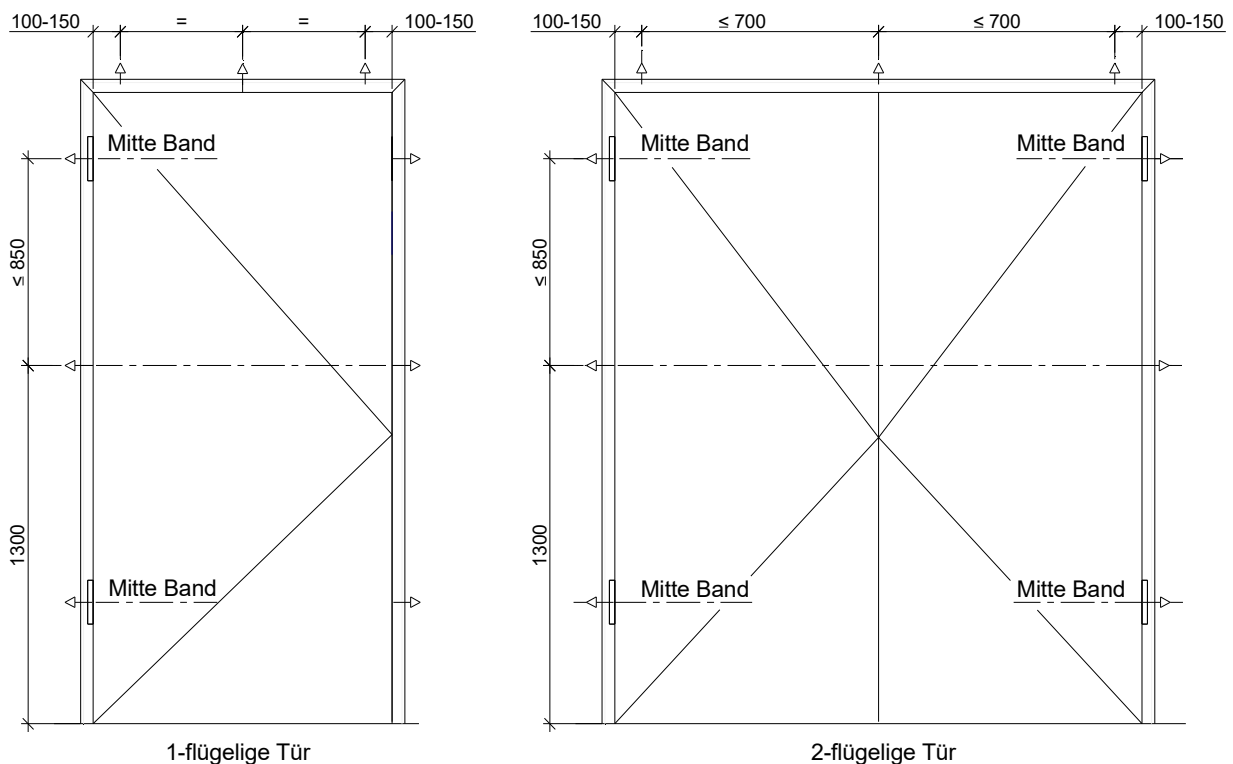

Abbildung 2: Höhenlage der Verankerungen für die Unterkonstruktion
- Die Unterkonstruktion ist werkseitig nicht vorgebohrt. Dieses muss bauseitig erfolgen, Befestigungspunkte entsprechend Abbildung 2
- Befestigungspunkte (Höhenlage siehe Abbildung 2) druckfest mit Holz- oder Hartfaserplattenstreifen o. ä. hinterfüttern (Gipskartonplatten eignen sich nicht!) Maßabweichungen +/- 50mm sind zulässig, werden die vorgegebenen Abstandmaße überschritten, sind zusätzliche Befestigungspunkte im gleichmäßigen Abstand anzuordnen